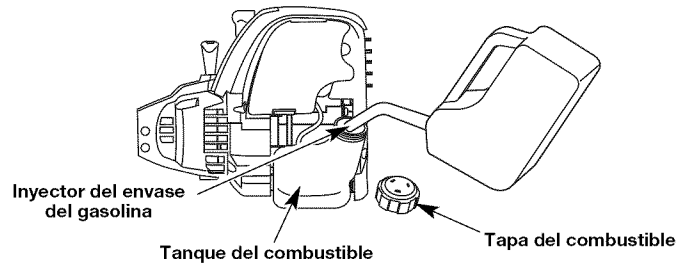

Fig. 5
1. Saque la tapa de la gasolina (Fig. 5).
2. Coloque el pico del recipiente de gasolina en el orificio de llenado del tanque de gasolina (Fig. 5) y llene el tanque.